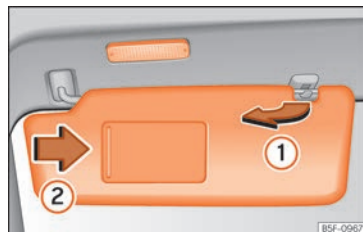

Fig. 155 Pare-soleil.
- Le pare-soleil peut être retiré du support et rabattu contre la porte »» fig. 155 ①.